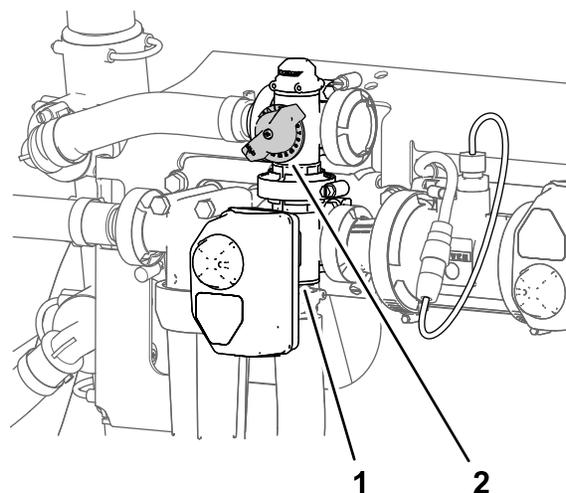

Рисунок 35
11. Отрегулируйте перепускной клапан перемешивания (Рисунок 35) на задней стороне клапана перемешивания так, чтобы давление в системе опрыскивания, показываемое манометром, составляло 689 кПа (6,89 бар).